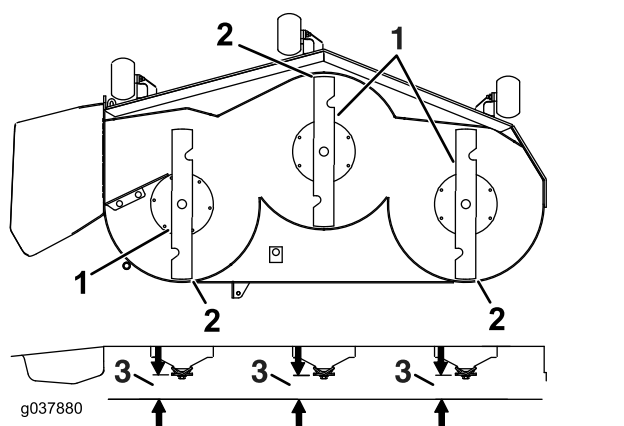

Figura 105
7. Compruebe el nivel longitudinal de la cuchilla (Figura 105). Asegúrese de que la punta de la cuchilla delantera está más abajo que la punta de la cuchilla trasera, como se muestra en Altura de bloque y soporte. Si se requieren ajustes, siga con este procedimiento.